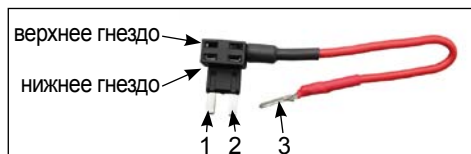

Рисунок 2. Разветвитель предохранителя (не входит в комплект)
5.5 Вставьте вынутые в п. 5.2 предохранители стеклоподъёмников в верхние гнёзда г-образных разветвителей (не входят в комплект) (Рисунок 2). Вставьте вынутые в п. 5.3 предохранители в нижние гнёзда г-образных разветвителей. Вставьте г-образный разветвитель в гнездо п. 5.3 так, чтобы контакт 1 разветвителя вошёл в клемму с меткой. Вставьте контакт 3 разветвителя в найденную в п. 5.2 клемму с меткой.
5.9 Для режима автоматического подъёма всех стёкол при постановке на охрану подключить один из проводов «ОХРАНА» первого модуля к цепи, на которой появляется импульс при постановке на охрану. Вход «ОХРАНА +» срабатывает на перепад напряжения от 0 до 12 Вольт (положительный фронт), а вход «ОХРАНА –» срабатывает на падение напряжения (отрицательный фронт) (рисунок 2). Неиспользуемый провод изолировать. Второй модуль получает сигнал охраны с выхода КАСКАД первого модуля.